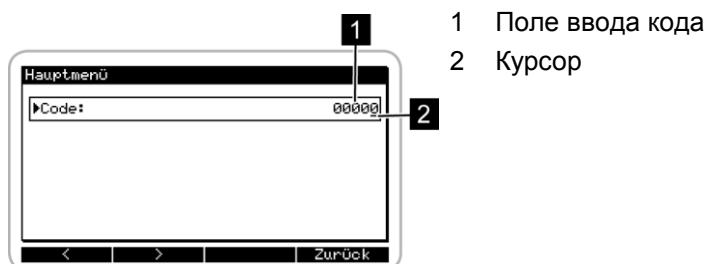

Рис. 50: Меню ввода кода
1. При помощи клавиш ▲ ▼ измените мигающее значение в поле ввода кода (Рис. 50/1).